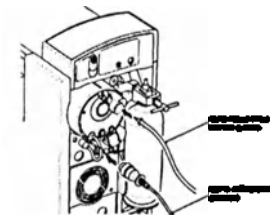

Рис. 24
- Подключите кабель артериального давления к входному разъему давления на задней панели помпы. (См. рис. 24.)